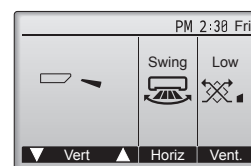

Fig. 7-4
- (2) Tryk på knappen [VÆLG] for at få vist driftsskærmen Vane (vingedrift), og tryk derefter på knapperne [F1] og [F2] for at kontrollere autovingen. (Fig. 7-4)